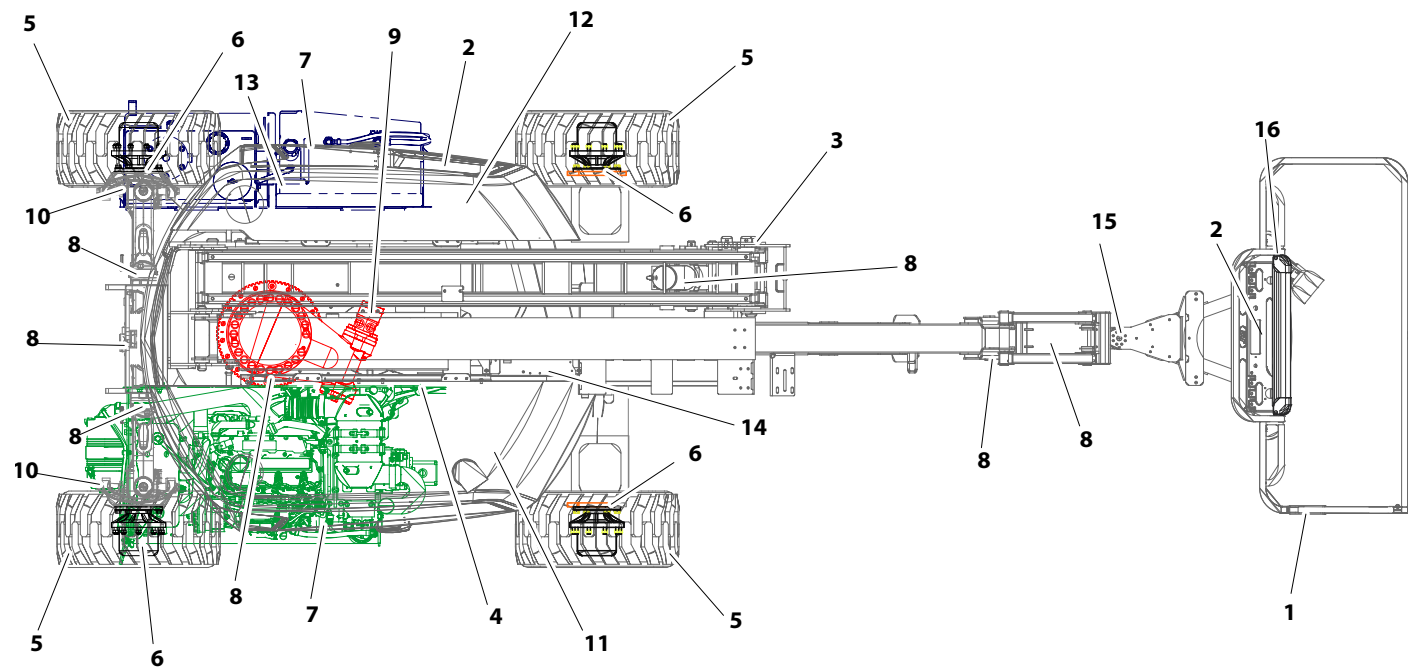

Рис. 2-2. Ежедневный обход — лист 1 из 3
5. **Обход машины** — см. Рис. 2-2.